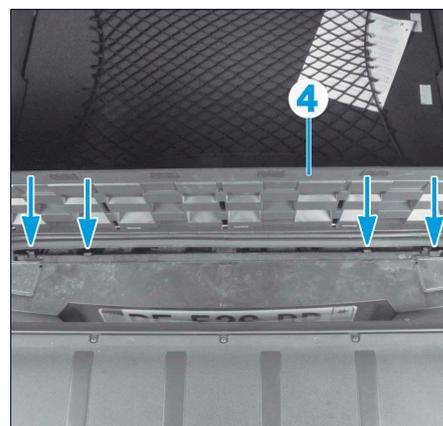

FIG. 106
- Ecarter le cache bouclier (4) du volet arrière et dégrafer le bouclier (Fig.106).